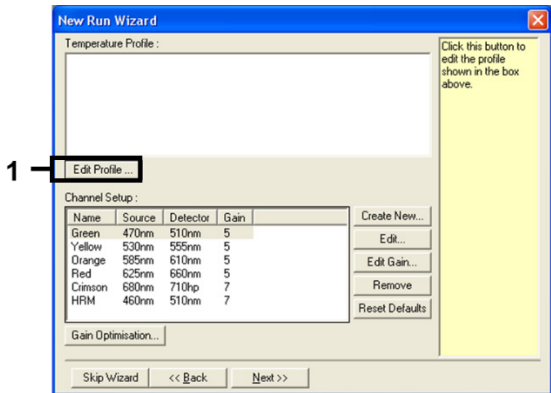

Figura 3. Modifica del profilo.
5. Fare clic su Edit Profile (Modifica profilo) nella finestra di dialogo “New Run Wizard” (Procedura guidata nuovo processo) (Figura 3), quindi controllare i parametri del processo sulla base dei seguenti passaggi.